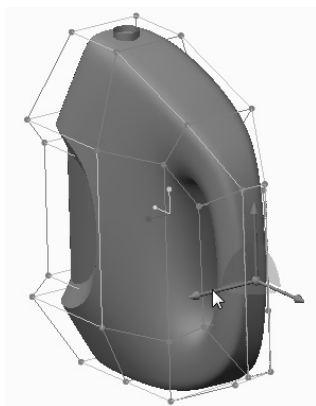

图 7-57 对其他面进行调整
23) 可以继续对其他网格元素进行调整以改变模型效果。例如, 选择手柄处的一个面, 在图形窗口中右击并从弹出来的圆形菜单中选择  (比例) 按钮, 拖动相应的滑块进行缩放操作, 效果如图 7-57 所示。